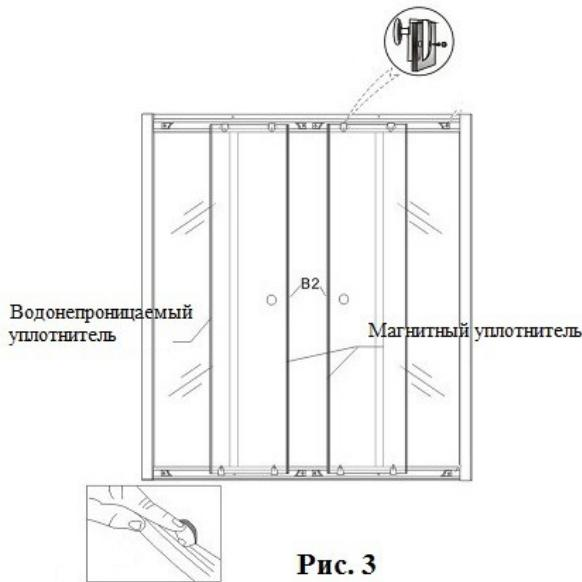

Рис. 3
4.1. Сборка фронтальной стенки (рис. 3)